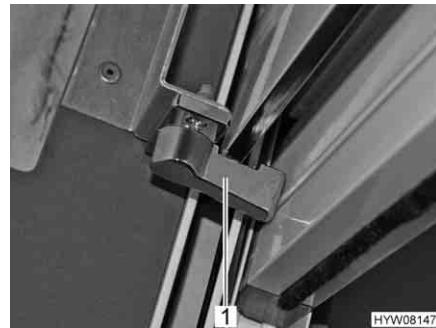

Fig. 53 Chiusura di sicurezza oscurante a rullo
Chiusura: ■ Sui entrambi i lati, ruotare spingendo in avanti la chiusura di sicurezza (Fig. 53,1).
- Sui entrambi i lati, ruotare spingendo indietro (Fig. 53) la chiusura di sicurezza (Fig. 53,1).